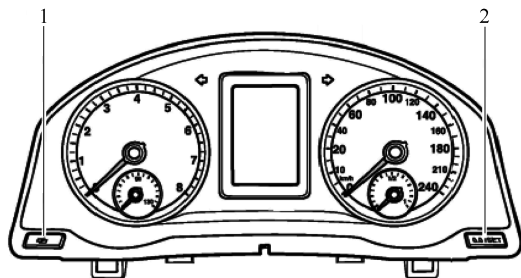
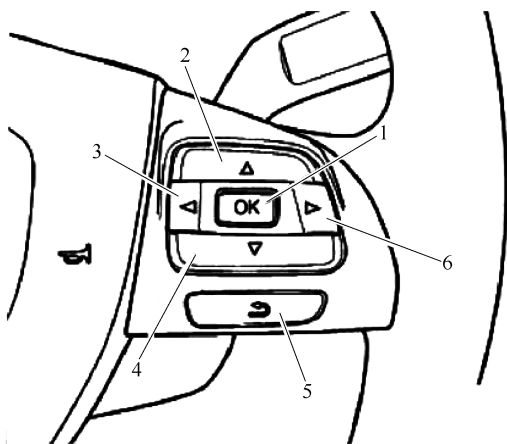

图 14-1-5 组合仪表
图 14-1-6 多功能方向盘按钮
1) 用组合仪表上的按钮设置时间, 如图 14-1-5 所示。
① 左侧按钮 1 用来选择被设定的信息, 如分钟或小时。
② 右侧按钮 2 用来设定已选择的信息。
2) 用多功能方向盘上的按钮设置时间, 如图 14-1-6 所示。
① 打开点火开关。
② 按下按钮 3 或 6, 直到信息显示器